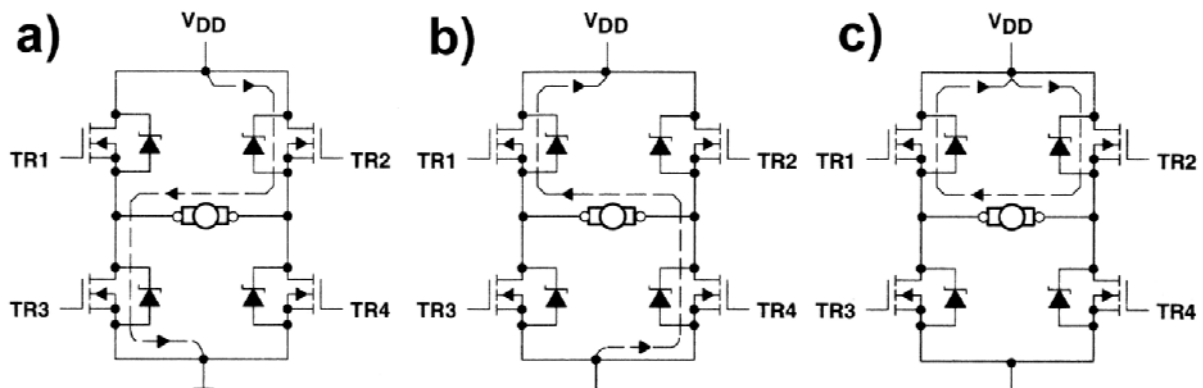

Abbildung 11.3.10 Betriebszustände einer Brückenschaltung (nach: Texas Instruments)
Eine Brückenschaltung hat vier sinnvolle Betriebszustände (Abbildung 11.3.10): (1) ausgeschaltet, (2) Diagonalzweig von links oben nach rechts unten durchgeschaltet, (3) Diagonalzweig von links unten nach rechts oben durchgeschaltet, (4) zwei gleichartige Brückenarme durchgeschaltet (Bremsfunktion).